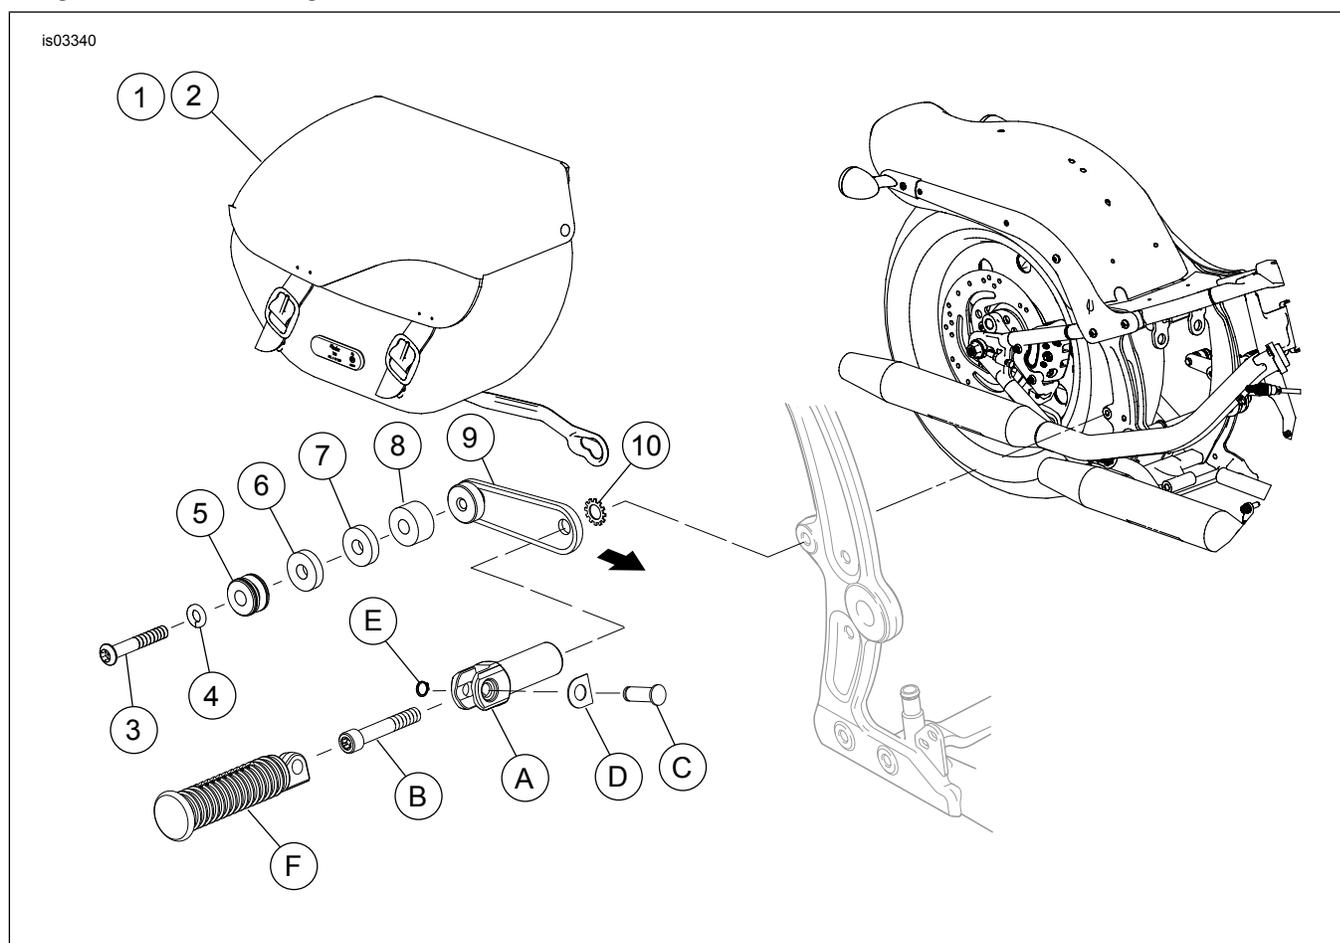
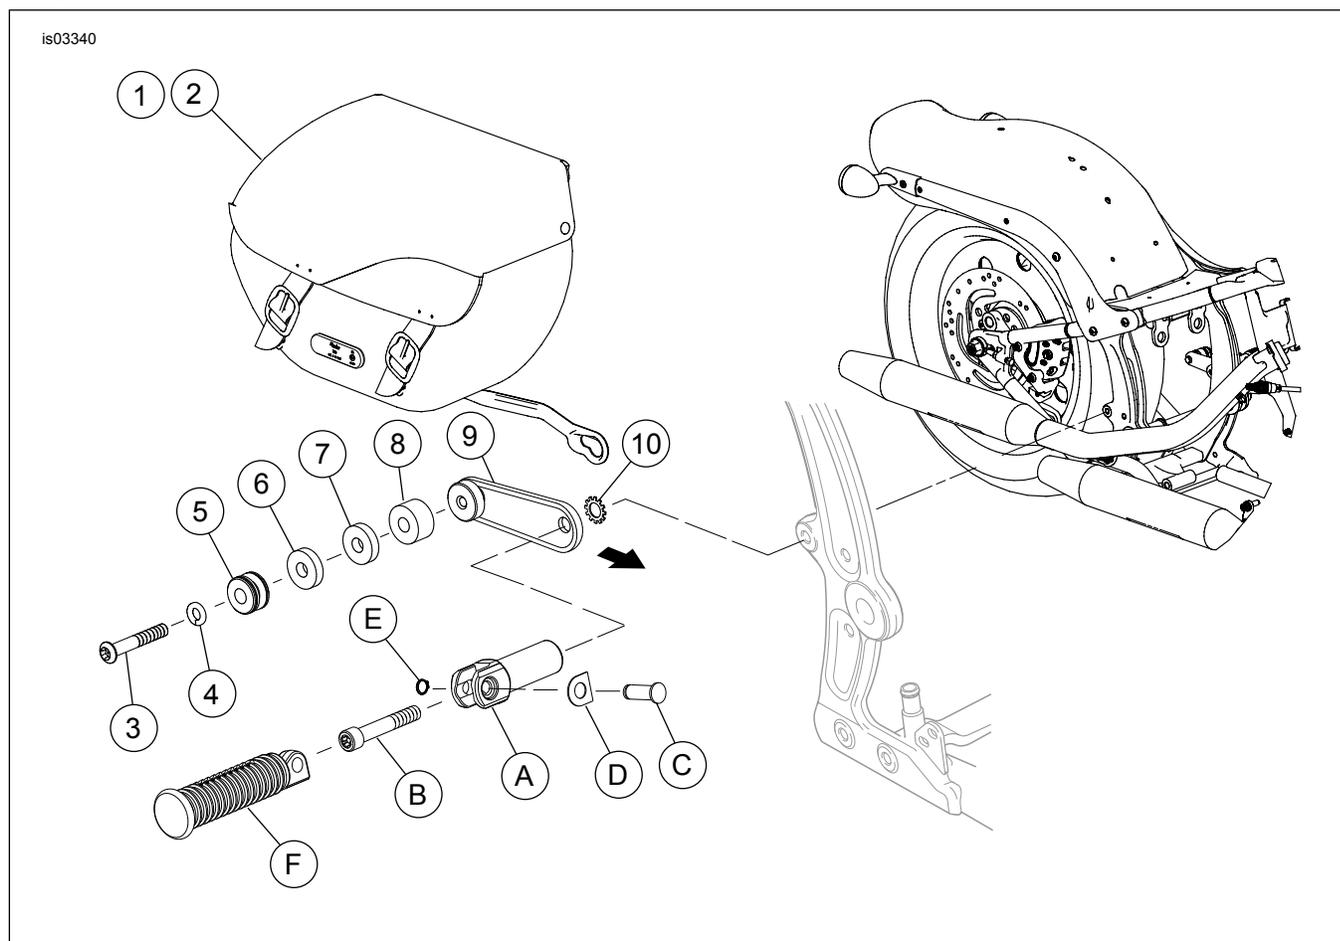

Figura 7. Peças de reposição: Kit de alforje removível FLST/C ano 2003 e posteriores e FX Softail (exceto FXSTD) anos 2003 a 2005
Figura 8. Peças de reposição: Kit de alforje removível FX Softail ano 2006 e posteriores (exceto FXSTD)
2. Veja Figura 7 ou Figura 8. Gire o suporte inferior dianteiro (9) (com espaçador[es] e mini-ponto de suporte instalados) para que o mini-ponto de suporte inferior dianteiro (5) esteja totalmente assentado no diâmetro menor da fenda de chave do braço de suporte inferior do alforje.
- a. Gire o suporte do pedal de apoio (A) de modo que a fenda do pedal de apoio se dobre na direção da traseira formando um ângulo de 10 a 15 graus da vertical.
- b. Segure o suporte inferior dianteiro (9) para evitar que gire, aperte o parafuso com torque de 47,5–61 N·m (35–45 ft-lbs) usando uma chave T-50 TORX comprida.